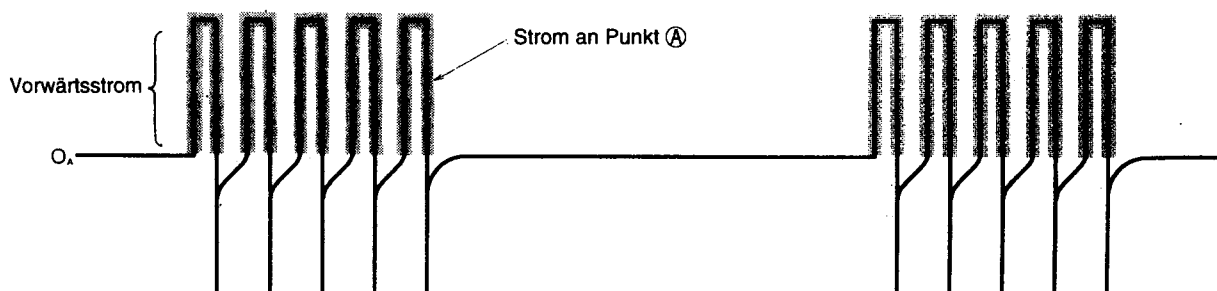

Abb. 7-2 Vorwärtsstrom-Wellenform an Punkt A
- Wenn der Stift 23 des Mikrocomputers von "Hi" auf "Lo" wechselt, schaltet in Fotokoppler zwischen den stifen 1 und 2 des PQ2 ein, so daß ein Strom in Richtung Klemme a → R401 → PQ2 → R404 → Klemmen Bu+ des Leistungsmoduls → Klemmen Eu+ → D402 → D401 → Klemme b fließt und die Transistoren des oberen Arms antreibt (Abb. 7-2).